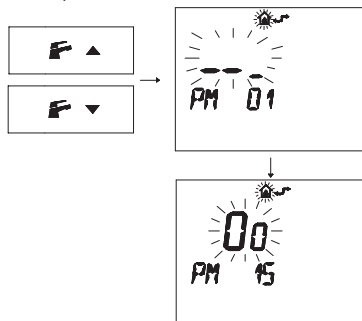

Рисунок 5.37
- Нажмите кнопки **F**▲ или **F**▼, чтобы вывести на дисплей параметр «PM15» для включения внешнего датчика (Рисунок 5.37).